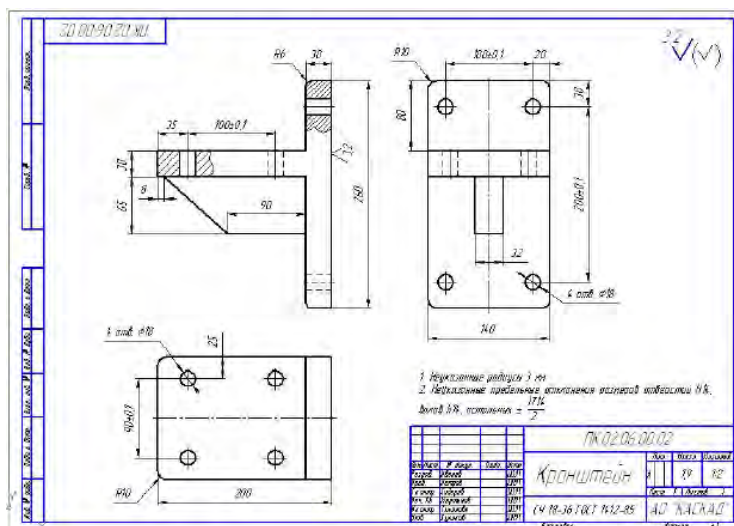

Рис. 20. Чертеж кронштейна
1. Выполнить чертеж кронштейна по рис. 20 форматом А3.